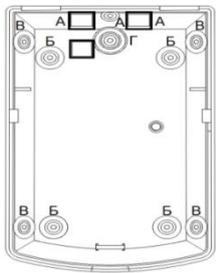

Рис. 5 Внешний вид внутренней стороны основания корпуса извещателя с расположением монтажных отверстий и отверстий для ввода проводов
- вскрыть необходимые отверстия для монтажа (см. рисунок 5);